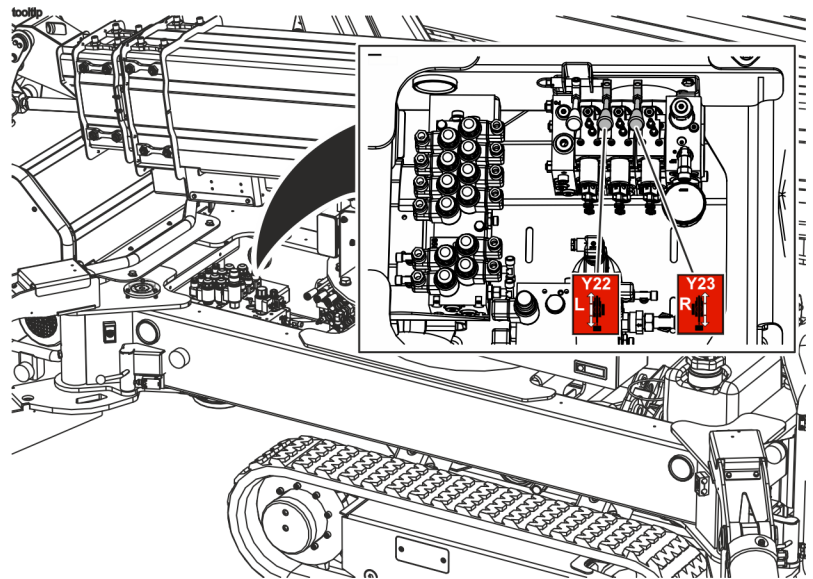

Abb. 202: Kettenbetrieb
5. → Mittels der Ventile (Abb. 202/Y22 und Y23) das Kettenfahrwerk bedienen: